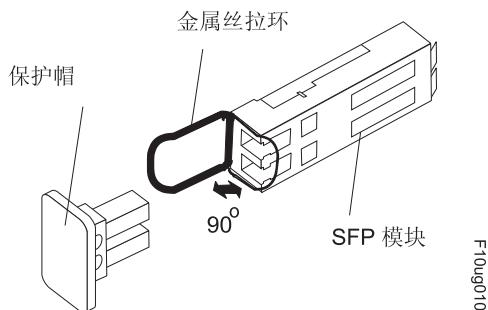

图 76. 松开金属丝类 SFP 模块滑锁
- 对包含金属丝拉环的 SFP 模块，如图 76 中所示，通过把金属丝滑锁向外拔出 90° 来松开 SFP 模块滑锁。